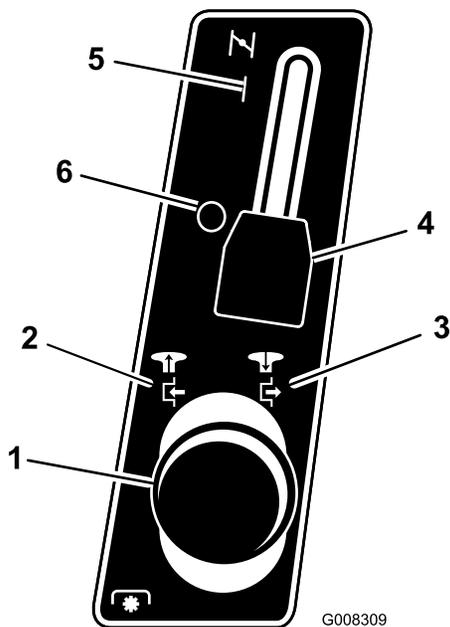

**Figura 10**
1. Aprite la valvola di intercettazione del carburante (Figura 10), situata tra il serbatoio del carburante e il motore.